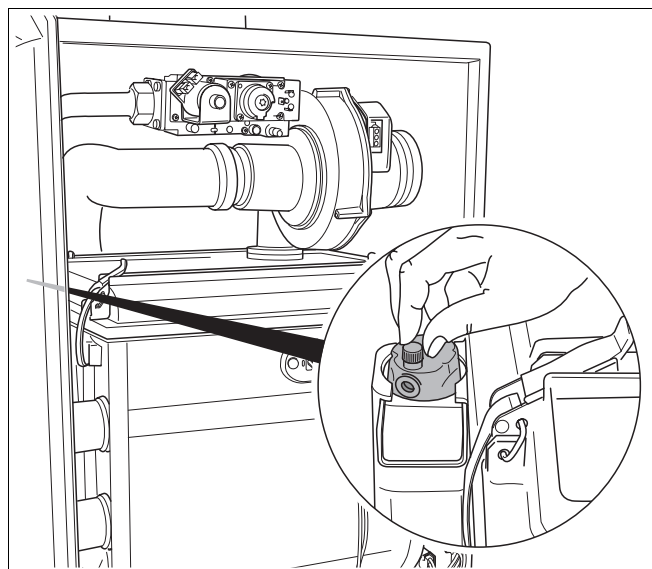

Fig. 55 Automatische ontluchter openen
Het cv-toestel is uitgevoerd met een automatische ontluchter (→ fig. 55) die dient voor ontluchting van het cv-toestel.
- Draai de dop van de automatische ontluchter links boven in het cv-toestel (→ fig. 55) één omwenteling los.